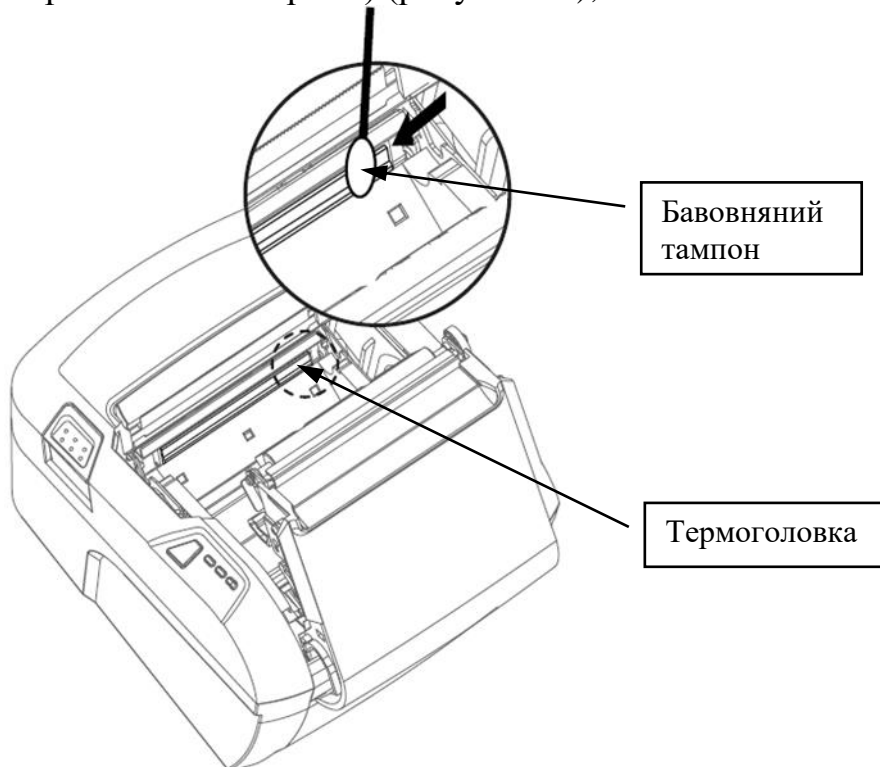

Рисунок 14 – Очистка термоголовок реєстратора.
- почистити термоголовку бавовняним тампоном, змоченим розчинником на спиртовій основі (етиловим, метиловим або ізопропиловим спиртом) (рисунок 14);